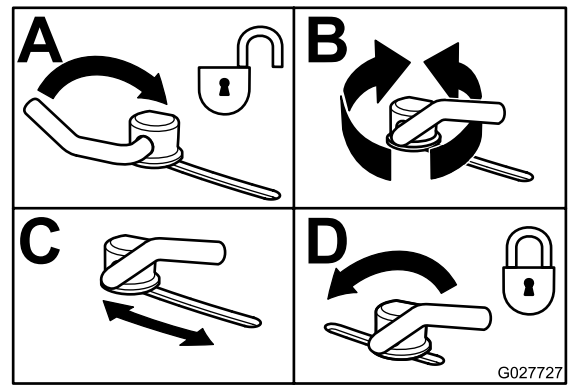

Figure 29
- Pour régler les verrous à came, soulevez le levier pour desserrer le verrou (Figure 29).
- Repoussez le levier à sa position d'origine pour serrer le déflecteur et les verrous (Figure 29).